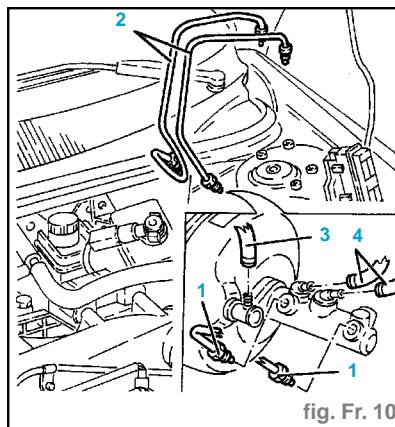

fig. Fr. 10
- Détacher les raccords des tuyaux (1) entre le maître-cylindre et la centrale hydraulique et électronique côté pompe (fig. Fr. 10).
- Déposer les tuyaux (2) entre le maître-cylindre et la centrale hydraulique et électronique.